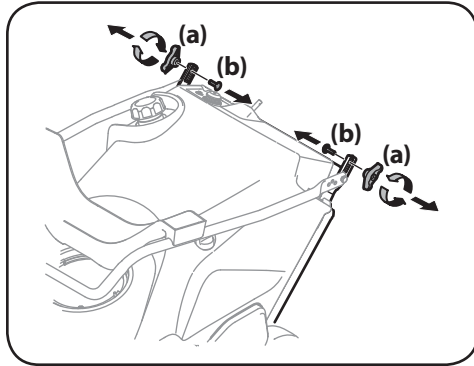

Figure 2-2
1. Retirez les écrous papillon (a) et les boulons de carrosserie (b) de la partie supérieure de la poignée inférieure. Voir Figure 2-2. Il n'est pas nécessaire de retirer le boulon à épaulement et l'écrou autobloquant à bride sous l'écrou papillon et le boulon de carrosserie.